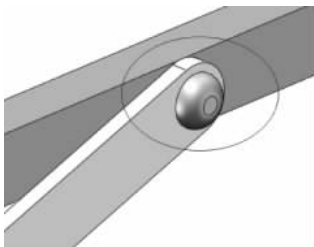

图 3-23 同轴心和重合配合
(5) 与前面的销钉配合方法相同,为销钉与连杆一端通孔之间添加【同轴心】和【重合】配合,完成后的效果如图 3-23 所示。